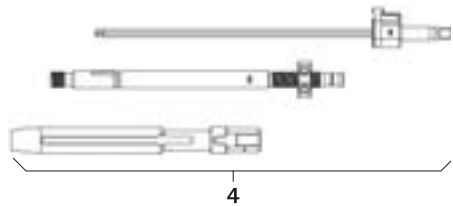

Fig. 8
- Montar la palanca de reposición 4, ver Fig. 8.